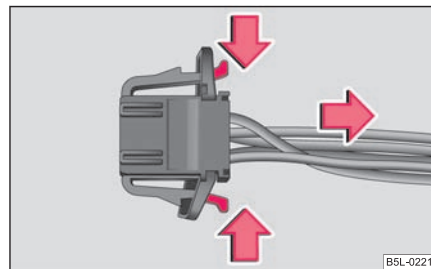

Fig. 243 Separar el conector
- Quitar los conectores ⇒ página 271, fig. 243. ■